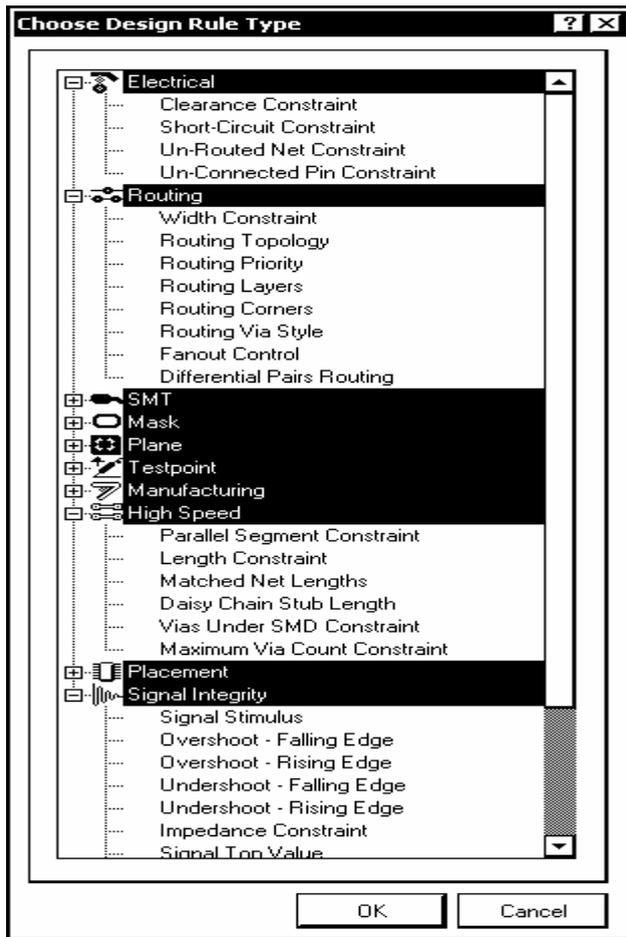

Рис. 5.15
4. Чтобы привязать к классу некоторые правила проектирования печатного монтажа, вместо команды Edit (см. п. 2) в диалоговом окне Parameters активизировать кнопку команды Add as Rule – добавить параметр как правило. В диалоговом окне Parameter Properties активизируется кнопка вызова процедур редактирования правил Edit Rule Values. Открывается диалоговое окно Choose Design Rule Type (рис. 5.15) с деревом правил проектирования, определяющих несколько десятков правил ведения проекта – электрические, трассировочные параметры, стиль контактных площадок, правил разводки высокочастотных цепей, настройки анализа целостности и целый ряд других.